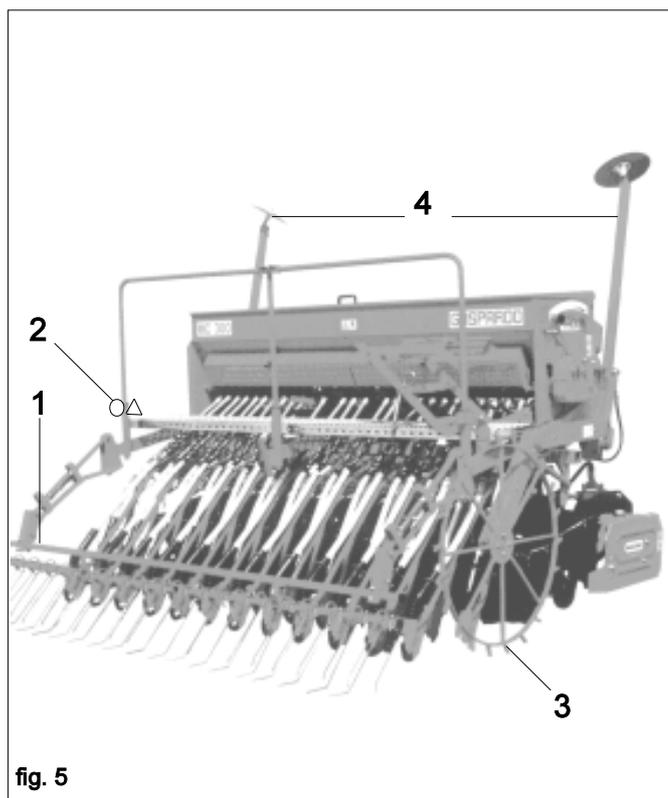

fig. 5
Aus Gründen des Transports sind weder die Egge (1), noch die rückwärtigen optischen Warnsignale (2), Radachsenverbreiterung (3), sowie die Scheiben (4) zur Reihenkenzeichnung montiert. Sie gemäß den der Maschine beiliegenden Pläne vor dem Einsatz der Sämaschine installieren (Abb. 5).